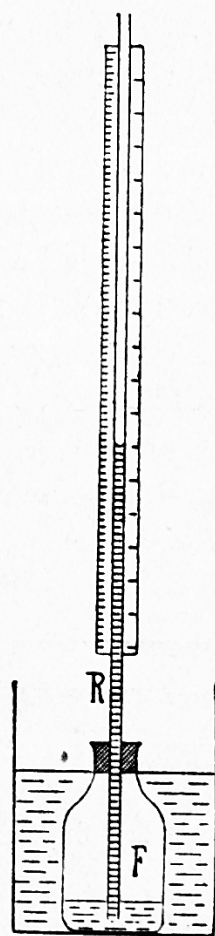

Abb. 62.
9. Verschließe die zum Teil mit gefärbtem Wasser gefüllte Flasche F (Abb. 62) mit einem Gummistöpsel, der mit Rizinusöl eingefettet worden ist und durch dessen Bohrung die lange Gasröhre R geht! Blase oben in das Rohr! Nach dem Freigeben der oberen Rohröffnung steigt das gefärbte Wasser in der Glasröhre R in die Höhe. Befestige einen mit einer Zentimeterteilung versehenen Kartonstreifen mittels Blumen- drahtes an der Röhre! Setze die Flasche, um jeden Wärmeeinfluß fernzuhalten, in das Wasser enthaltende Glas G! Merke den Stand des Wassers in der Röhre und begib dich mit der Vorrichtung in den Keller! Das Wasser in der Röhre sinkt, denn der stärkere Luftdruck im Keller drückt die in der Flasche F enthaltene Luft etwas zusammen. Kehre damit ins Schulzimmer zurück! Die Flüssigkeit in der Röhre nimmt den ursprünglichen Stand ein. Geh mit der Vorrichtung auf